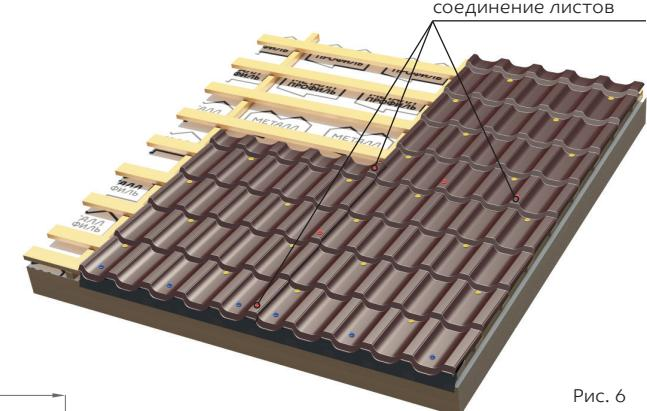

Рис. 6
• Листы соединяют саморезами в крайнюю верхнюю часть волны или в торец профиля (Рис. 5) так, чтобы они не были прикручены к обрешетке и могли при этом соединять листы друг с другом. Шаг крепления через 1 волну (Рис.6).
- В местахстыковки листов саморезы крепятся в крайнюю верхнюю часть волны или в торец профиля с шагом через 1 волну (Рис. 6).